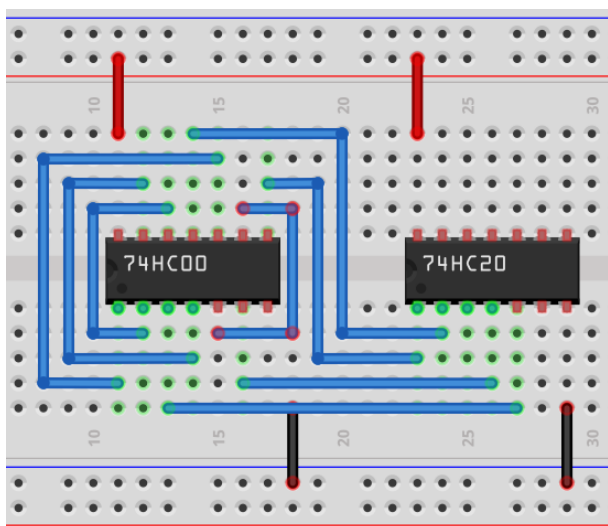

图 11 添加电源和地线后的电路
- 8、添加电源和地线，可以右键点击连线，修改连线颜色，如图 11 所示